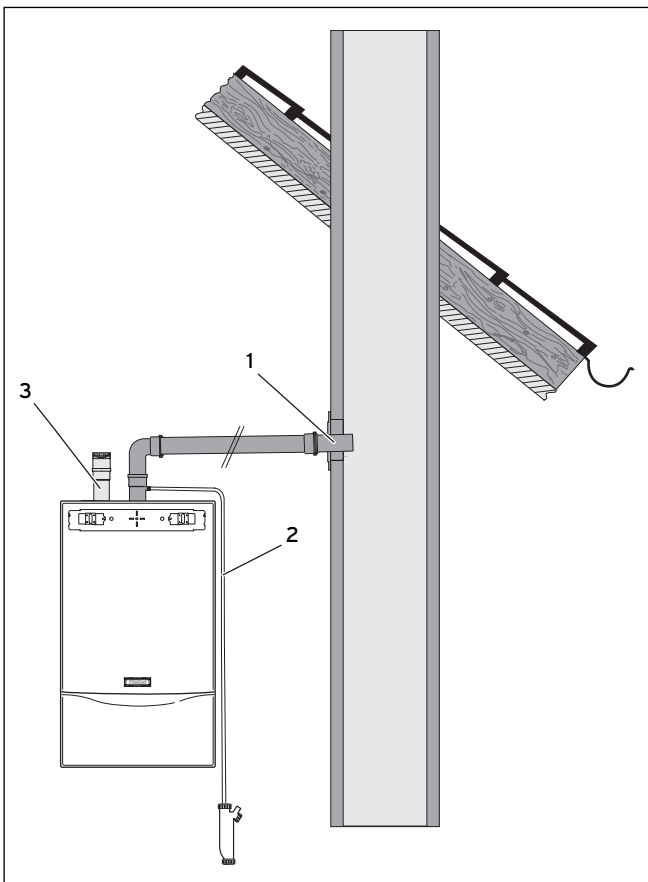

Fig. 5.13 Montaggio
- Rimuovere sulla parte superiore dell'apparecchio uno dei coperchi per l'aspirazione dell'aria e montare il relativo elemento di presa aria (3), vedere fig. 5.13; il capitolo 5.3 contiene una descrizione dettagliata.
- Collocare il tubo di estrazione fumi (1) ed ermetizzarlo con mezzi adeguati al materiale utilizzato.
- Montare lo scarico della condensa (2) sull'apparecchio, vedere fig. 5.13; il montaggio dello scarico della condensa è descritto al cap. 5.3.
**Se verso l'alto lo spazio disponibile per l'installazione non è sufficiente, è possibile posizionare lo scarico della condensa (2) nella sezione orizzontale del tubo di estrazione fumi, subito dietro la curva.**